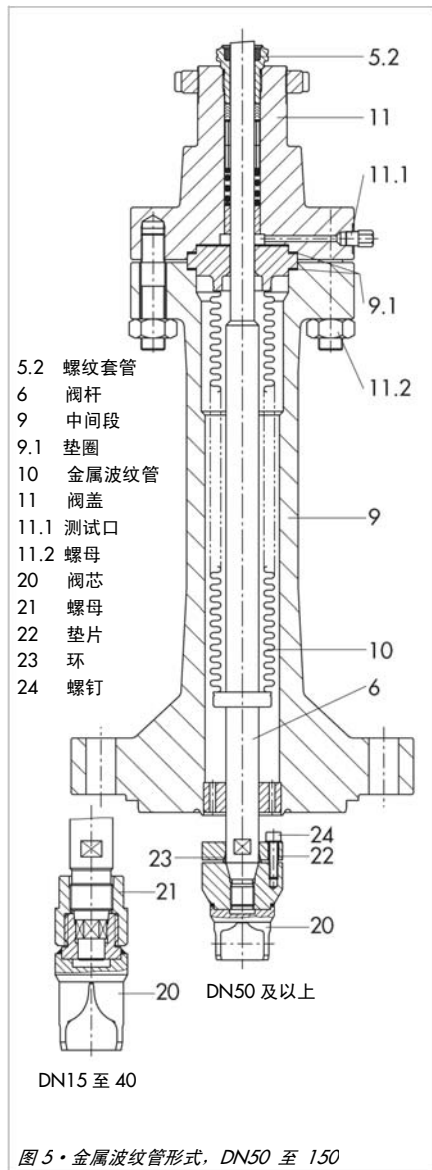

图 5 • 金属波纹管形式, DN50 至 150
带金属波纹管密封 (图 5) 的控制阀在其顶部法兰上有一个测试接口 (11.1)，可用来检测波纹管泄漏。建议安装一个适当的泄漏指示器 (如接触式压力表、通向开放容器的排放管或观察玻璃)。
金属波纹管 (10) 只能作为整体与阀杆一起更换。为此, 请按 5.1.2 (图 5) 的描述进行。